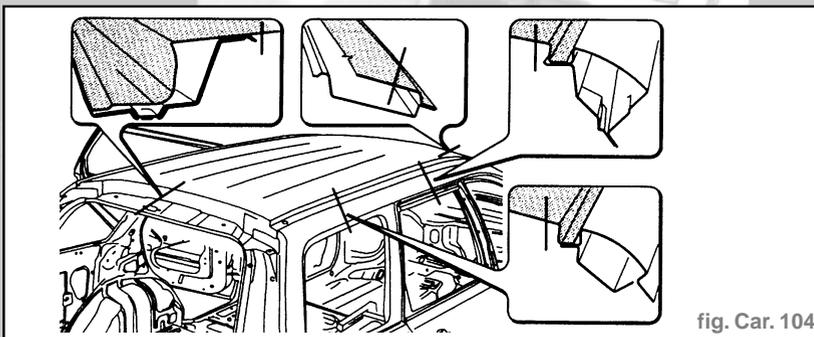

fig. Car. 104
- Nous indiquons les sections de la tôle aux endroits les plus significatifs afin de permettre à l'opérateur de régler la position et la profondeur de la découpe de façon à ne pas endommager les tôles situées en-dessous (fig. Car. 104).